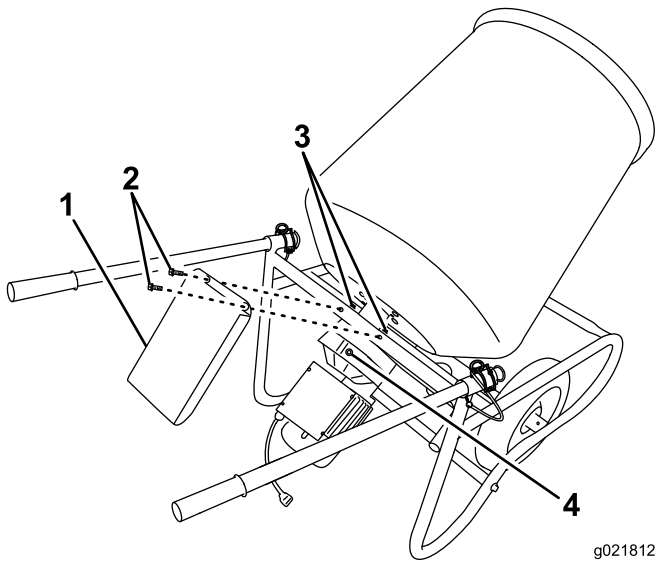

Figure 16
1. Enlevez le couvercle du moteur (Figure 16).
2. Enlevez le bouchon d'huile (Figure 16).